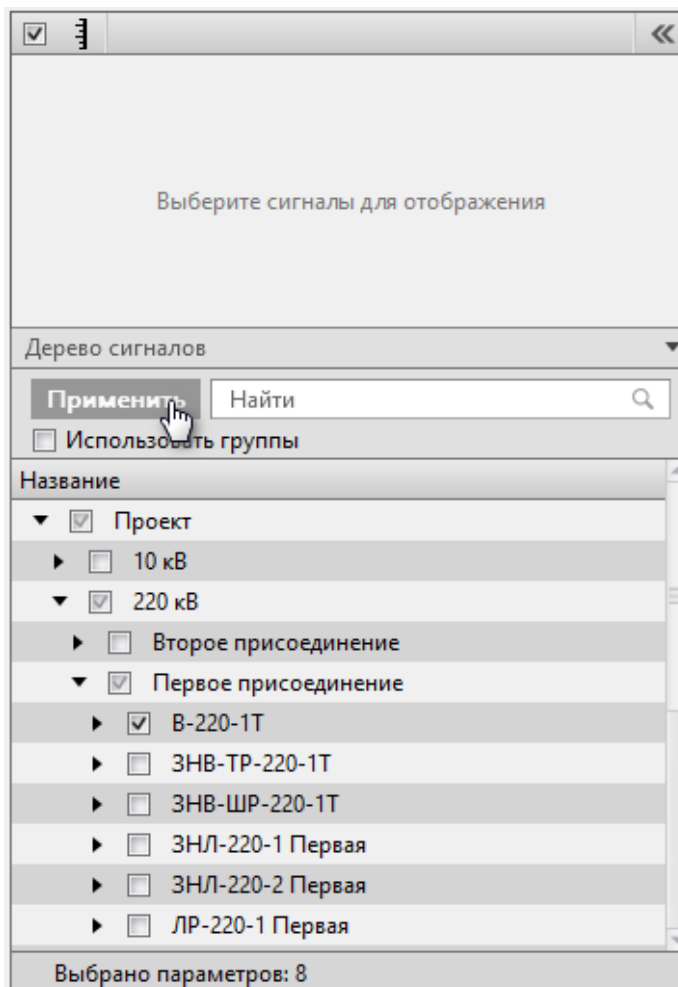

Рисунок 57 - Добавить сигналы
3. В дереве сигналов ниже выберите необходимое количество сигналов и нажмите **Применить** (Рисунок 57).